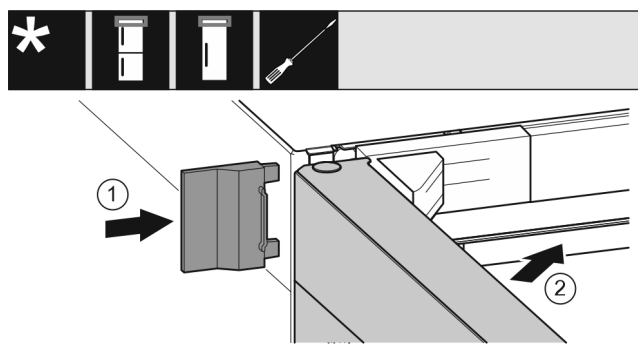

Fig. 23
- ▶ Montați capacul exterior Fig. 23 (1).
- ▶ Închideți ușa superioară Fig. 23 (2).